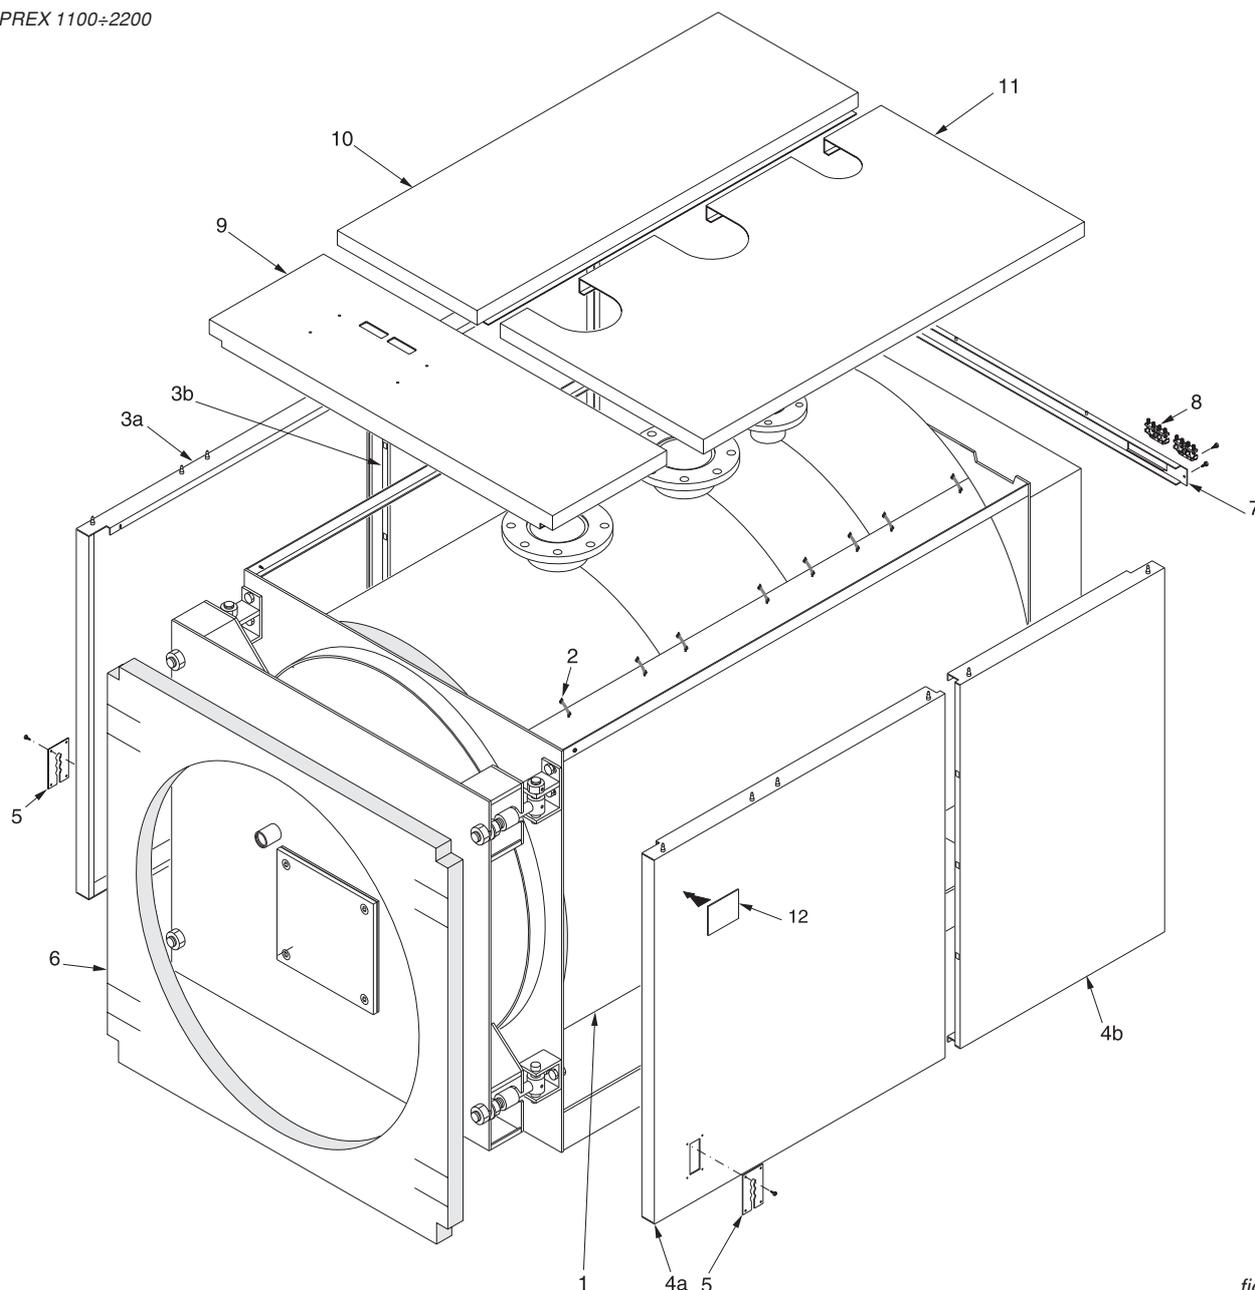

fig. 25
**Secuencia de montaje modelo (Ref. fig. 25)**
- A) Colocar el aislamiento (pos. 1) del cuerpo de la caldera y fijar los 2 bordes de unión con las pinzas elásticas (pos. 2) incluidas en la caja de accesorios, enganchándolas a la parte externa de tejido del aislamiento.